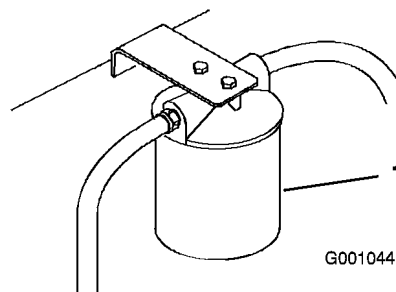

Figure 66
3. Placez un bac de vidange sous le filtre, déposez le filtre usagé et essuyez la surface du joint de l'adaptateur (Figure 66).